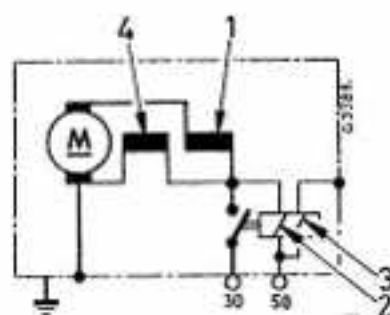

Bild 239
- 2) Voltmeter am Anschluß (4) und an Fahrgestellmasse anhalten. Anlaßschalter kurz betätigen. Schlägt das Voltmeter nicht aus, so sind Einzug- oder Haltewicklung (2 und 3) Bild 239 des Magnetschalters defekt. Wird eine wesentlich niedrigere Spannung als Batteriespannung angezeigt, so ist der Kontakt des Magnetschalters verbraucht. (In beiden Fällen den Magnetschalter auswechseln).